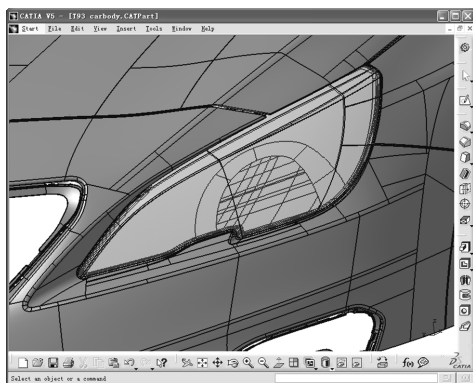

图 1-60
- : 带边着色 (Shading with Edges)，不仅着色，而且把所有的轮廓用线条勾勒出来。在设计过程中，可以非常清晰地观察、选择、使用这些边界，如图 1-60 所示。CATIA V5 的旋转体、旋转曲面上都会显示两条母线，但是用下面将要介绍的第三种显示方式则看不到这两条线。